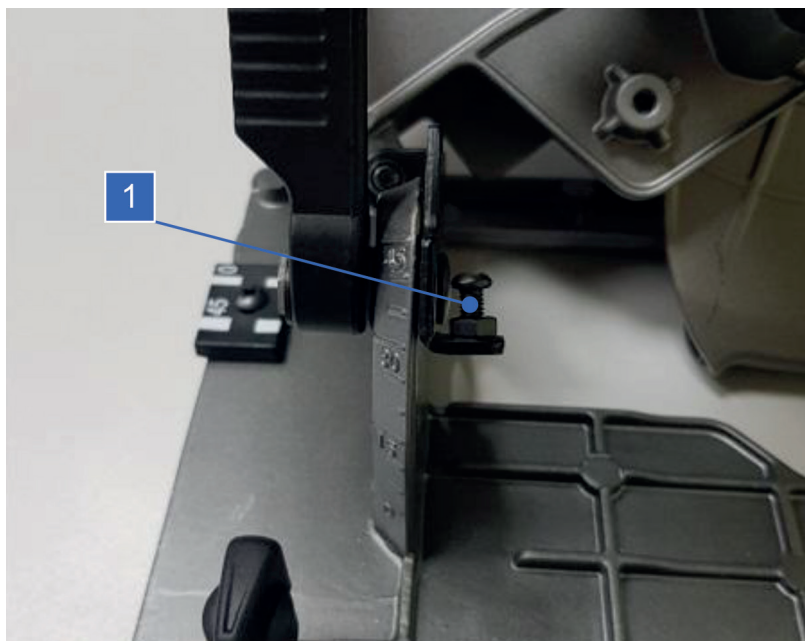

Рис. 23
Если угол между плоскостью диска и опорной платформой отличается от 90°, необходимо произвести выравнивание угла с помощью опорного винта (1) (рис. 23):